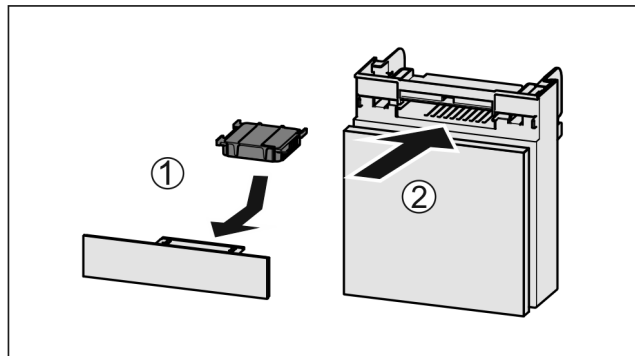

Fig. 173
- ▶ Umetnite filter s aktivnim ugljenom kao što je prikazano na slici Fig. 173 (1).
- ▶ Umetnite pretinac Fig. 173 (2).